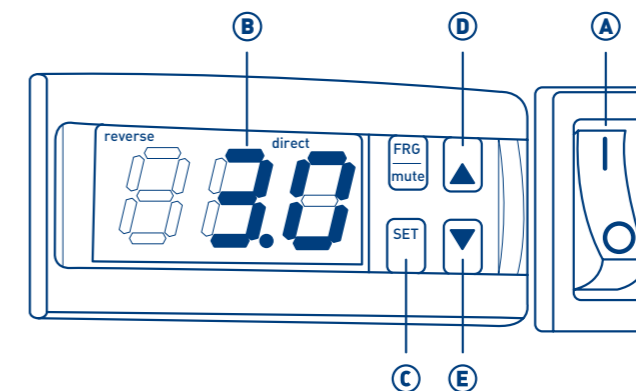

ABBILDUNG 3: TEMPERATURREGLER
- Kühlaggregat über den Hauptschalter 0/I einschalten (Abbildung 3 - A).
- die SET-Taste (Abbildung 3 - C) einige Sekunden lang betätigen: auf dem Display (Abbildung 3 - B) erscheint St1;
- die SET-Taste loslassen (Abbildung 3 - C): auf dem Display (Abbildung 3 - B) blinkt der aktuelle Wert des Setpoints;
- um den Wert des Setpoints zu erhöhen, wiederholt die UP-Taste betätigen (Abbildung 3 - D). Jedes Betätigen der Taste erhöht die Setpoint-Temperatur um  $0,1^{\circ}\text{C}$ ;
- um den Wert des Setpoints zu verringern, wiederholt die DOWN-Taste betätigen (Abbildung 3 - E). Jedes Betätigen der Taste verringert die Setpoint-Temperatur um  $0,1^{\circ}\text{C}$ ;
- erneut die SET-Taste betätigen (Abbildung 3 - C): Der neue Setpoint-Wert wird bestätigt.
Nach der Einstellung wird im Display (Abbildung 3 - B) erneut die tatsächliche Temperatur im Inneren des Behälters eingeblendet.
- Kühlaggregat abschalten, dazu am Hauptschalter 0/I auf 0 drücken (Abbildung 3 - A). Netzstecker (oder Batterieanschluss) und Gerätestecker abziehen. Das Versorgungskabel an einem sicheren Ort aufbewahren und vor Feuchtigkeit schützen.
- Vor der Reinigung das Kühlaggregat abschalten, dazu auf dem Hauptschalter 0/I auf 0 drücken (Abbildung 3 - A). Netzstecker (oder Batterieanschluss) und Gerätestecker abziehen. Das Versorgungskabel an einem sicheren Ort aufbewahren und vor Feuchtigkeit schützen.
- Kühlaggregat abschalten, dazu auf dem Hauptschalter 0/I auf 0 drücken (Abbildung 3 - A). Netzstecker (oder Batterieanschluss) und Gerätestecker abziehen. Das Versorgungskabel an einem sicheren Ort aufbewahren und vor Feuchtigkeit schützen.
Melform-Bonetto S.r.L. empfiehlt eine regelmäßige Wartung des Behälters, um eventuellen Brüchen vorzubeugen, seine Lebensdauer zu verlängern und die Funktionstüchtigkeit zu gewährleisten. Vor jeglichen Wartungsarbeiten das Kühlaggregat abschalten, dazu auf dem Hauptschalter 0/I auf 0 drücken (Abbildung 3 - A). Netzstecker (oder Batterieanschluss) und Gerätestecker abziehen. Das Versorgungskabel an einem sicheren Ort aufbewahren und vor Feuchtigkeit schützen.
d) Der Hauptschalter 0/I (Abbildung 3 - A) ist defekt	d) Den Hauptschalter 0/I kontrollieren (Abbildung 3 - A) und wenn erforderlich ersetzen
c) Der Hauptschalter 0/I (Abbildung 3 - A) ist defekt	c) Den Hauptschalter 0/I (Abbildung 3 - A) kontrollieren und wenn erforderlich ersetzen.